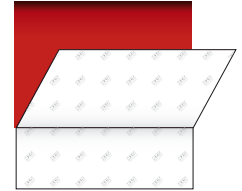

Figure 06
- › Enlever alors la charnière, afin de continuer le retrait du liner, en fonction des surfaces rencontrées (cf sous paragraphes suivants). (FIG. 06)